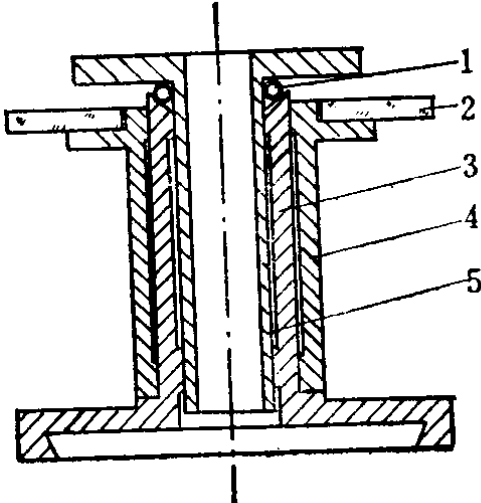

图 1-2 竖轴结构图
仪器的照准部轴为半运动式的柱形轴，如图 1-2 所示，在轴套顶端装有 25 颗滚珠（图 1-2 之 1），可以增加轴系精度并减少照准部旋转的阻力。竖轴轴心是空的，里面装着光学对中器的转向棱镜，十字线分划板和物镜。
3)将仪器竖置,在仪器底部中央对准竖轴放一只洁净的碟子,然后用两手握住望远镜支架轻轻将照准部轴扭动,从轴套中向上提出,此时轴套顶端周围的25颗滚珠(图1-2
4) 滚珠的安装 将仪器竖置, 在水平度盘盒上面的左右边缘, 放两块厚约 15 毫米的小方木块, 将照准部轴(图 1-13a 之 7) 插入轴套后, 搁在这两块小方木块上, 使上面的照准部轴与下面轴套之间留出一段距离, 用宽头镊子将洗清的滚珠全部装入轴套顶端, 如图 1-2 之 1 所示, 并滴入适量的仪器油, 然后取下小方木块, 使照准部轴(图 1-2 之 5) 全部插入轴套(图 1-2 之 3) 内。如果这种型号的仪器比较多, 可参照仪器式样, 做一个专用的仪器倒置木座, 供照准部轴倒放, 在照准部轴端, 适量地滴些仪器油, 将滚珠全部贴紧在照准部轴周围, 然后将轴套连同水平度盘盒倒插进照准部轴使之密合。